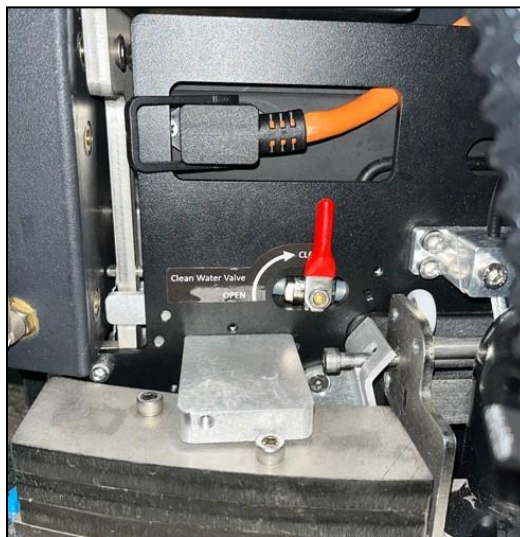

Fig. 1
1. Fermez la vanne d'eau et débranchez les tubes d'eau propre à gauche et à droite indiqués (Fig 1).